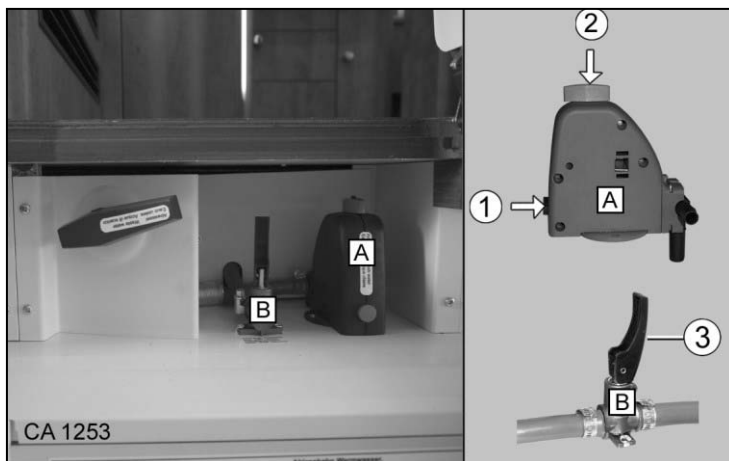

Fig. 140 Robinet de vidange (A) Chauffe-eau/robinet de vidange (B) Circuit hydraulique
- Placer le culbuteur (Fig. 140/3) du robinet de vidange (Fig. 140/B) uniquement horizontalement ou verticalement. Ne pas le tordre ! Le fait de tordre le culbuteur risque d'endommager le robinet de vidange et va le rendre non étanche. En cas de non-respect, la garantie Carthago prend fin.
1. Fermer le robinet de vidange (Fig. 140/A). Appuyer sur le bouton (Fig. 140/1) et verrouiller le bouton rotatif (Fig. 140/2).
2. Fermer le robinet de vidange (Fig. 140/B). Pour cela, placer les culbuteurs (Fig. 140/3) horizontalement.
- Pour l'équipement spécial Chauffage Alde, deux robinets de vidange (Fig. 140/B) sont installés au lieu des robinets de vidange (Fig. 140/A et B). Sur les deux robinets de vidange (Fig. 140/B), placer le culbuteur (Fig. 140/3) horizontalement.